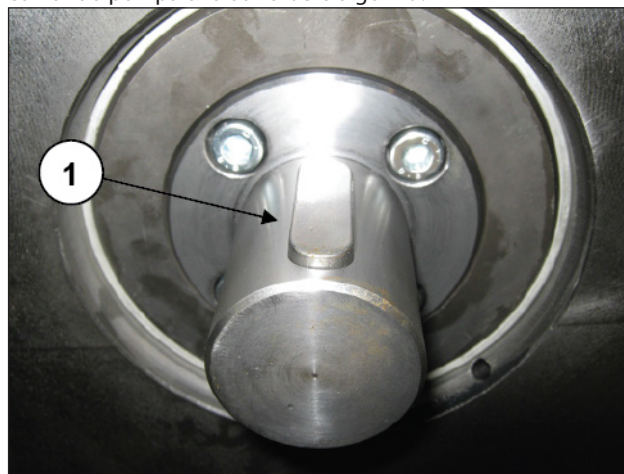

Fig. 23
Rimuovere la linguetta dal codolo comando pompa olio (pos. ①, Fig. 23).